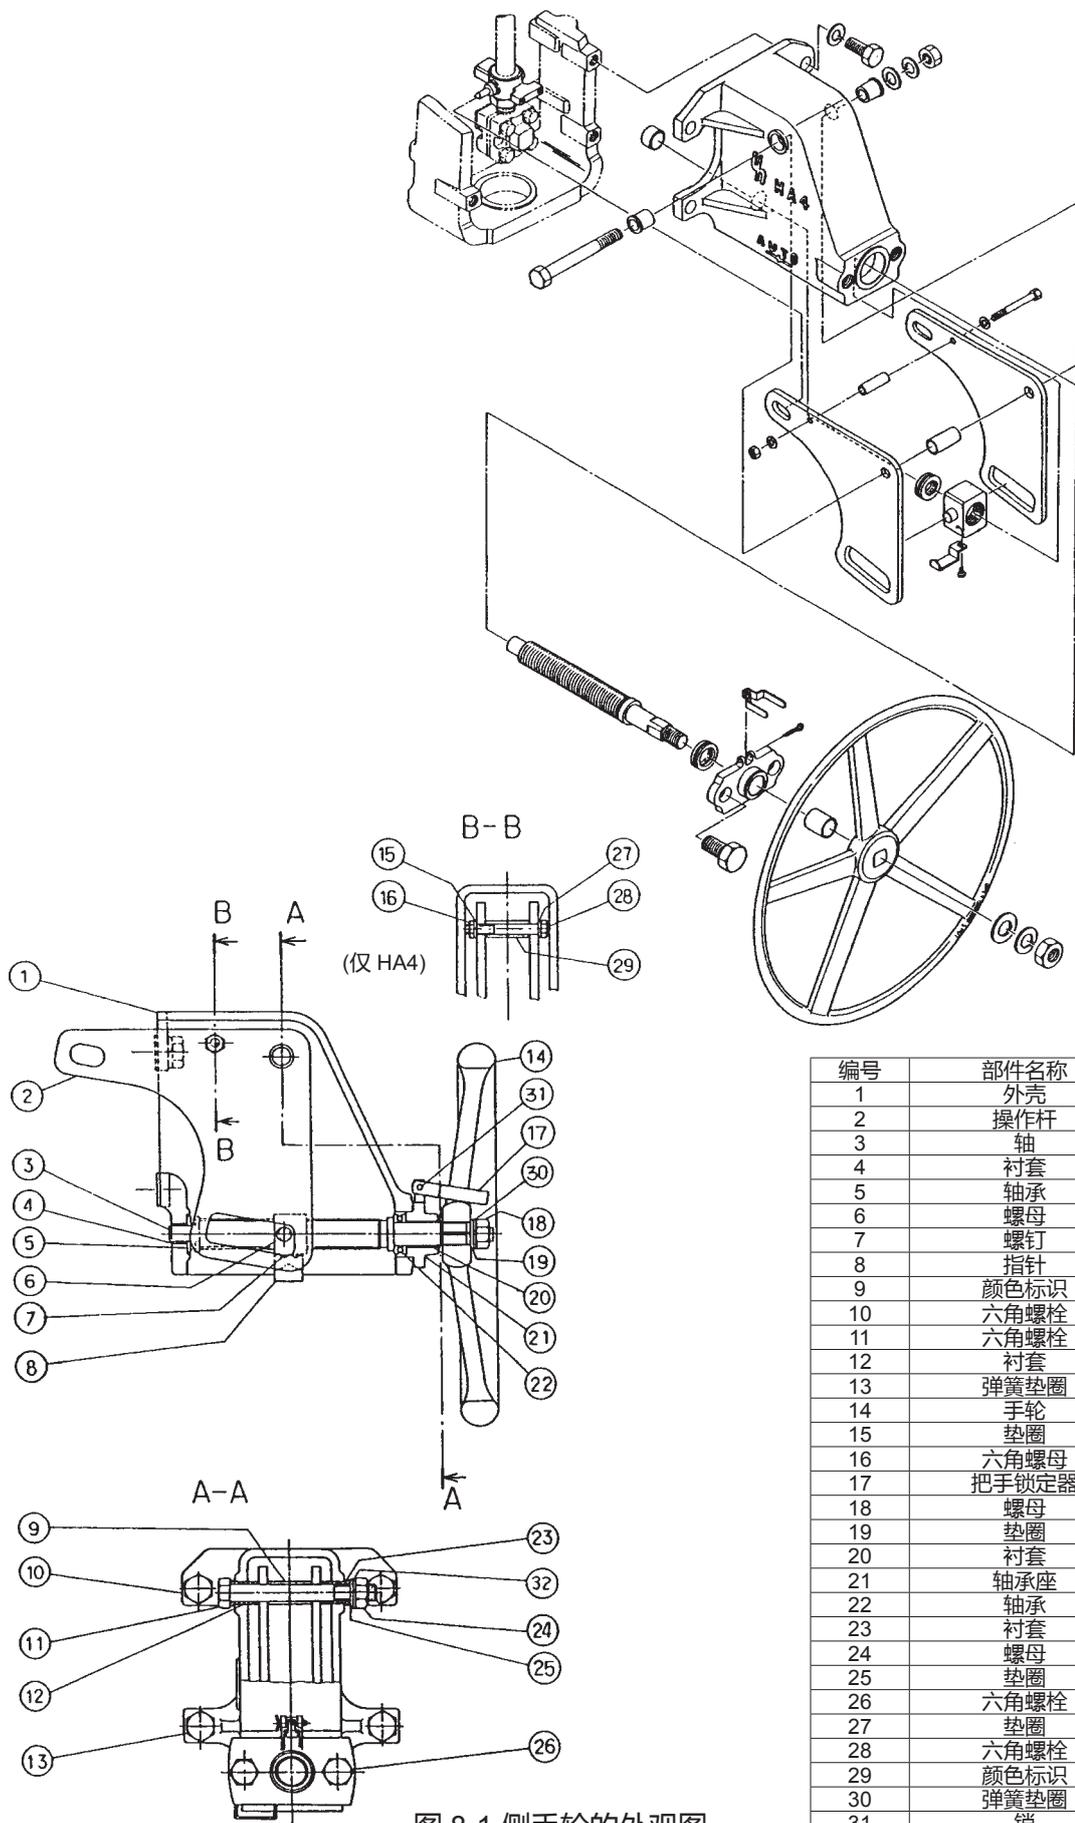

图 8-1 侧手轮的外观图
若要安装侧手轮，请参阅图 8-1，然后执行下列操作：
- (2) 转动手轮，将操作螺母的指针设定到 AUTO 位置。
- (3) 松开螺栓（图 8-1 所示的项目编号 6），然后扩大操作杆之间的间隔距离。
- (4) 用安装螺栓将手轮安装到执行机构背面的安装基座上。
- (5) 将 2 个操作杆的一端的孔挂到指针突起上，然后将其它端的孔挂到操作螺母的突起上，然后拧紧螺栓。
- (6) 当调节阀处于自动运行模式时，请将操作螺母的指针设定到 AUTO 位置，然后锁定手轮。
在开始拆卸前，检查指针是否处在 AUTO 位置。（参阅图 8-1）
若要组装侧手轮，请参阅图 8-1，然后将拆卸步骤颠倒执行。